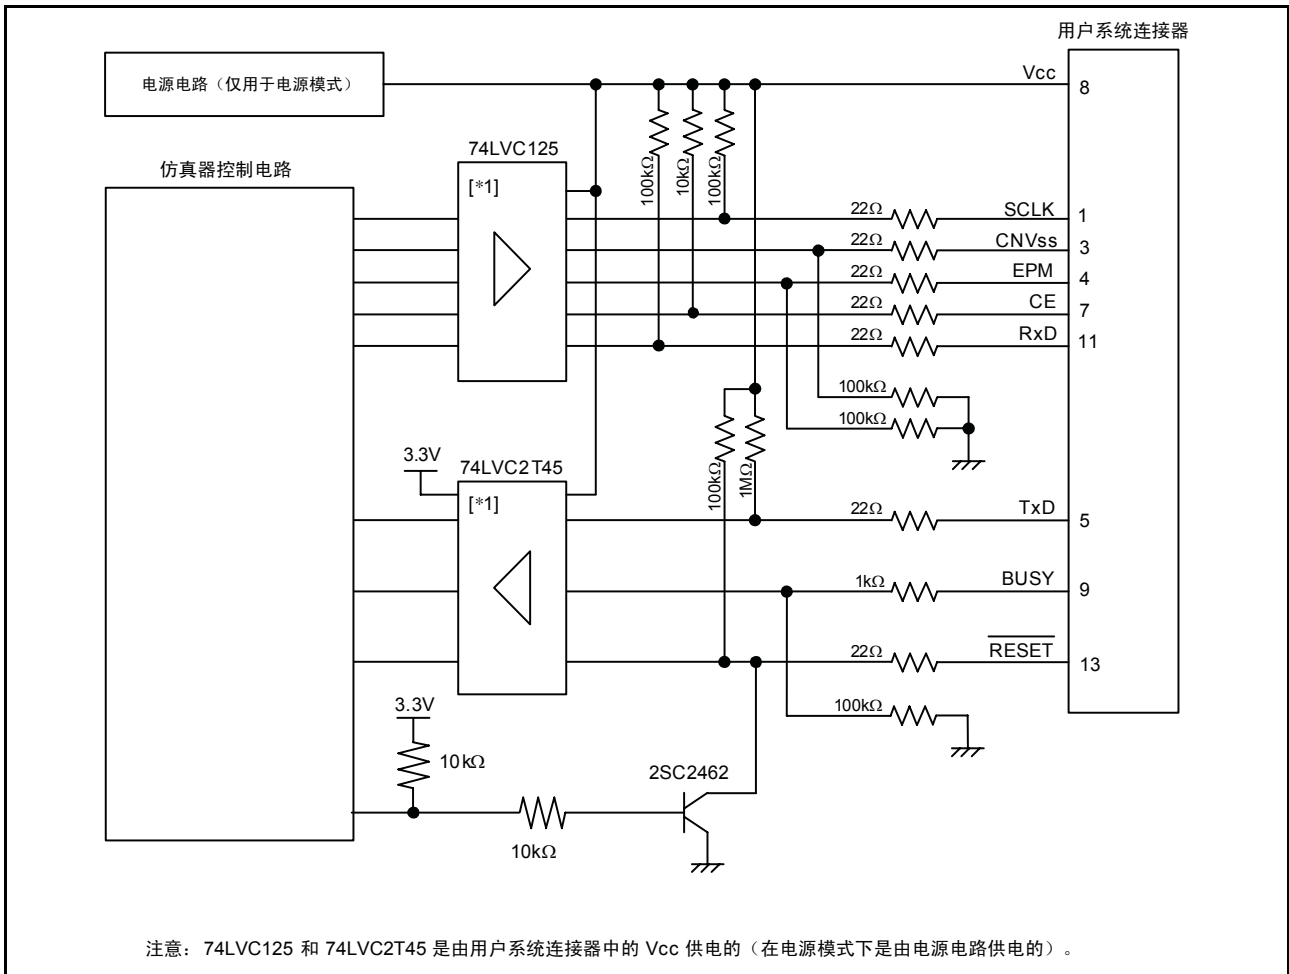

图 5.7 E8a 仿真器内部的接口电路（仅供参考）
1. 引脚 P64、P65、P66 和 P67 供 E8a 仿真器专用。将 E8a 仿真器连接到 MCU 引脚。在上拉 Vcc 电平的 MCU 引脚后，将引脚 P66 和 P67 连接到 E8a 仿真器。对于 P64 和 P65，在断开 E8a 仿真器的连接后，根据 MCU 引脚状态上拉或下拉 Vcc 电平的引脚。在 E8a 仿真器处于活动状态时，P64 可能处于高阻抗 (HiZ) 状态。因此，应根据 E8a 仿真器内部电阻 (图 5.7) 的分压来设置引脚电阻值，使电压不会在中点电位。
在 E8a 仿真器处于活动状态时，P86 或 P85 和 P16 可能处于高阻抗 (HiZ) 状态。因此，应根据 E8a 仿真器内部电阻 (图 5.7) 的分压来设置引脚电阻值，使电压不会在中点电位。
9. 图5.7 显示了 E8a 仿真器中的接口电路。请参考此图来确定上拉电阻值。